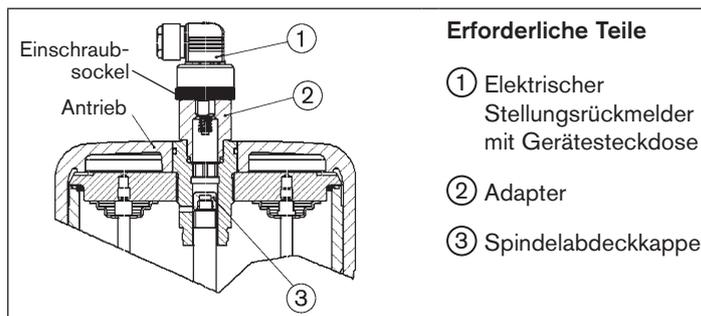

Bild 12: Antriebsgröße 175, 225 (Ø in mm) mit elektrischem Stellungsrückmelder
- Adapter ② anstelle der Klarsichthaube auf den Antrieb schrauben (siehe „Bild 12“).
- Elektrischen Stellungsrückmelder ① in den Adapter ② schrauben, dabei den Hinweis in Kapitel „10“ beachten.